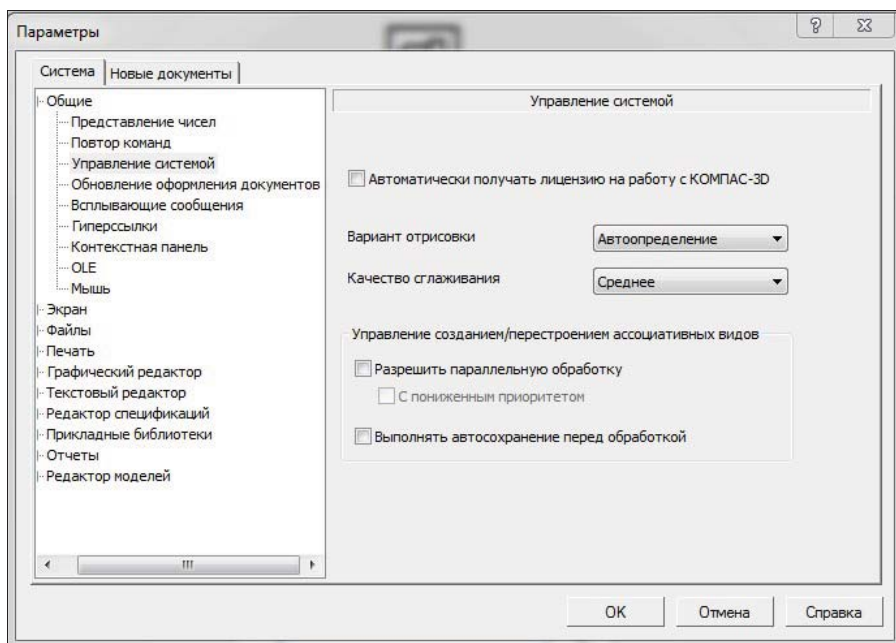

Рис. 4.2. Диалоговое окно Параметры с открытой панелью Управление системой
- ◆ щелкните ЛК мыши по пункту **Управление системой**. В правой части откроется панель **Управление системой** (рис. 4.2). При включенной опции **Автоматически получать лицензию на работу с КОМПАС-3D** при запуске системы пользователь автоматически получает лицензию на работу с модулем системы. Лицензии хранятся в памяти сетевого ключа аппаратной защиты. Группа **Управление созданием/построением ассоциативных видов** предназначена для включения и настройки параллельного создания и перестроения ассоциативных видов. Создание ассоциативных видов будет рассмотрено в *уроке 24*, но в любом случае поставьте "птички" в окнах **Разрешить параллельную обработку** и **Выполнять автосохранение перед обработкой**;